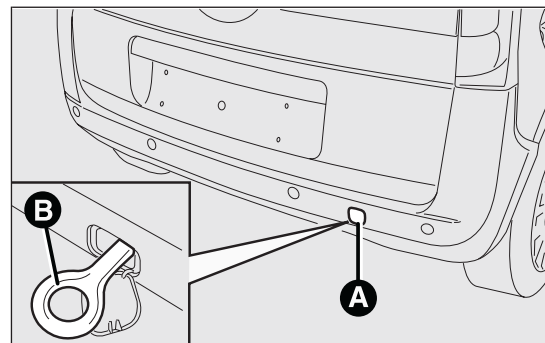
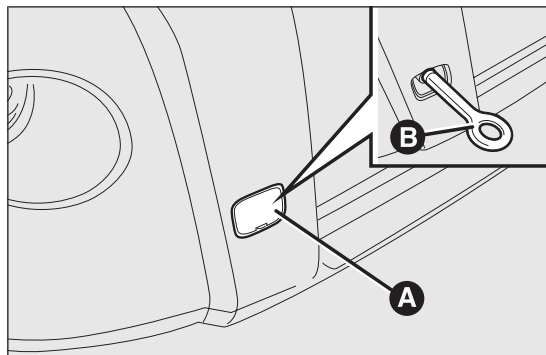

fig. 176
fig. 177
- ☐ sganciare il tappo A fig. 176 fig. 177;
- ☐ prelevare l'anello di traino B fig. 176 fig. 177 dalla borsa attrezzi;